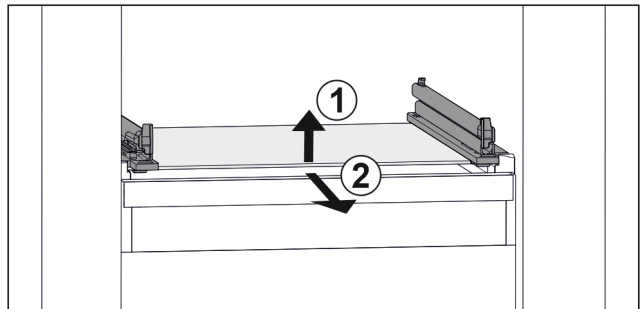

Fig. 63 Приблизне відображення скляної пластини
- ▶ Підняти скляну пластину спереду. Fig. 63 (1)
- ▶ Вийняти скляну пластину рухом вперед. Fig. 63 (2)